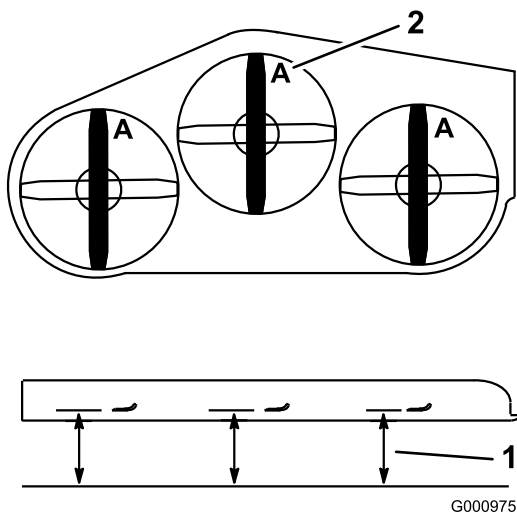

Figura 99
- Mida desde una superficie nivelada hasta el filo de corte, posición **A**, de las cuchillas (Figura 99).